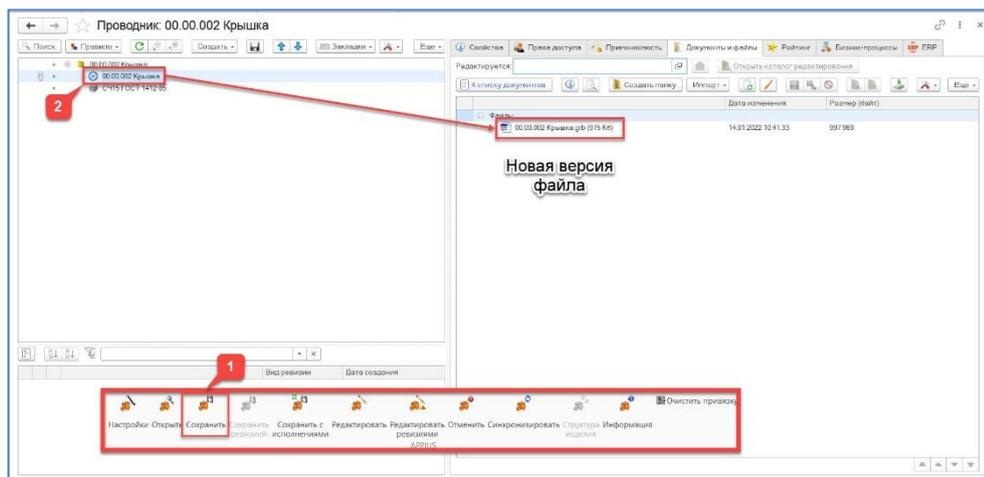

Рисунок 11
**ВНИМАНИЕ!** Для отображения сохранённых в системе исполнений (конфигураций) изделия в разделе «**Несвязанные элементы**» необходимо в настройках проводника активировать опцию «**Показывать несвязанные ревизии**» (Рисунок 11)